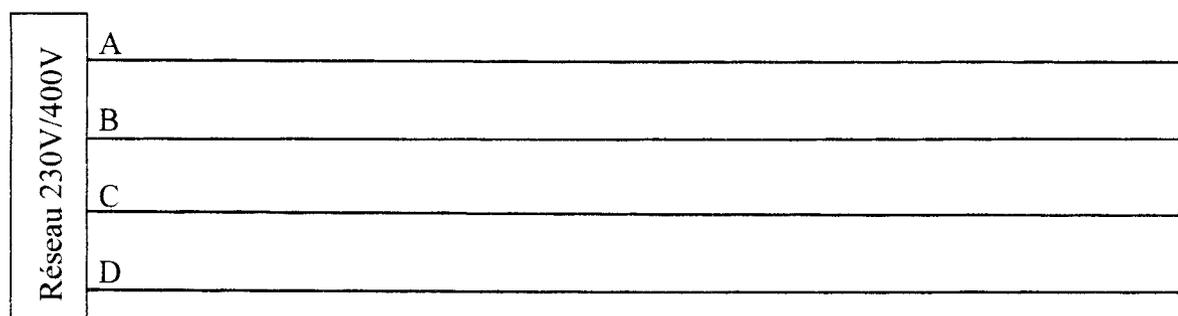

Figure 1
1.2. Placer les voltmètres  $V_1$  et  $V_2$  sur la figure 1 du document réponse.